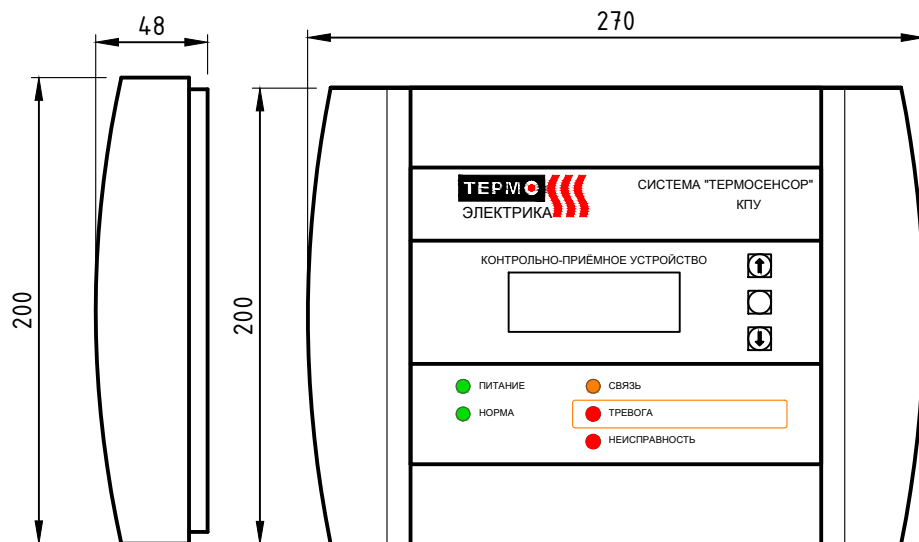

Рисунок 1
- КПУ предназначен для монтажа на вертикальную поверхность (стену). Для установки предусмотрено 4 размеченных места по углам корпуса (см.рисунок 1), которые допускается использовать для монтажа.